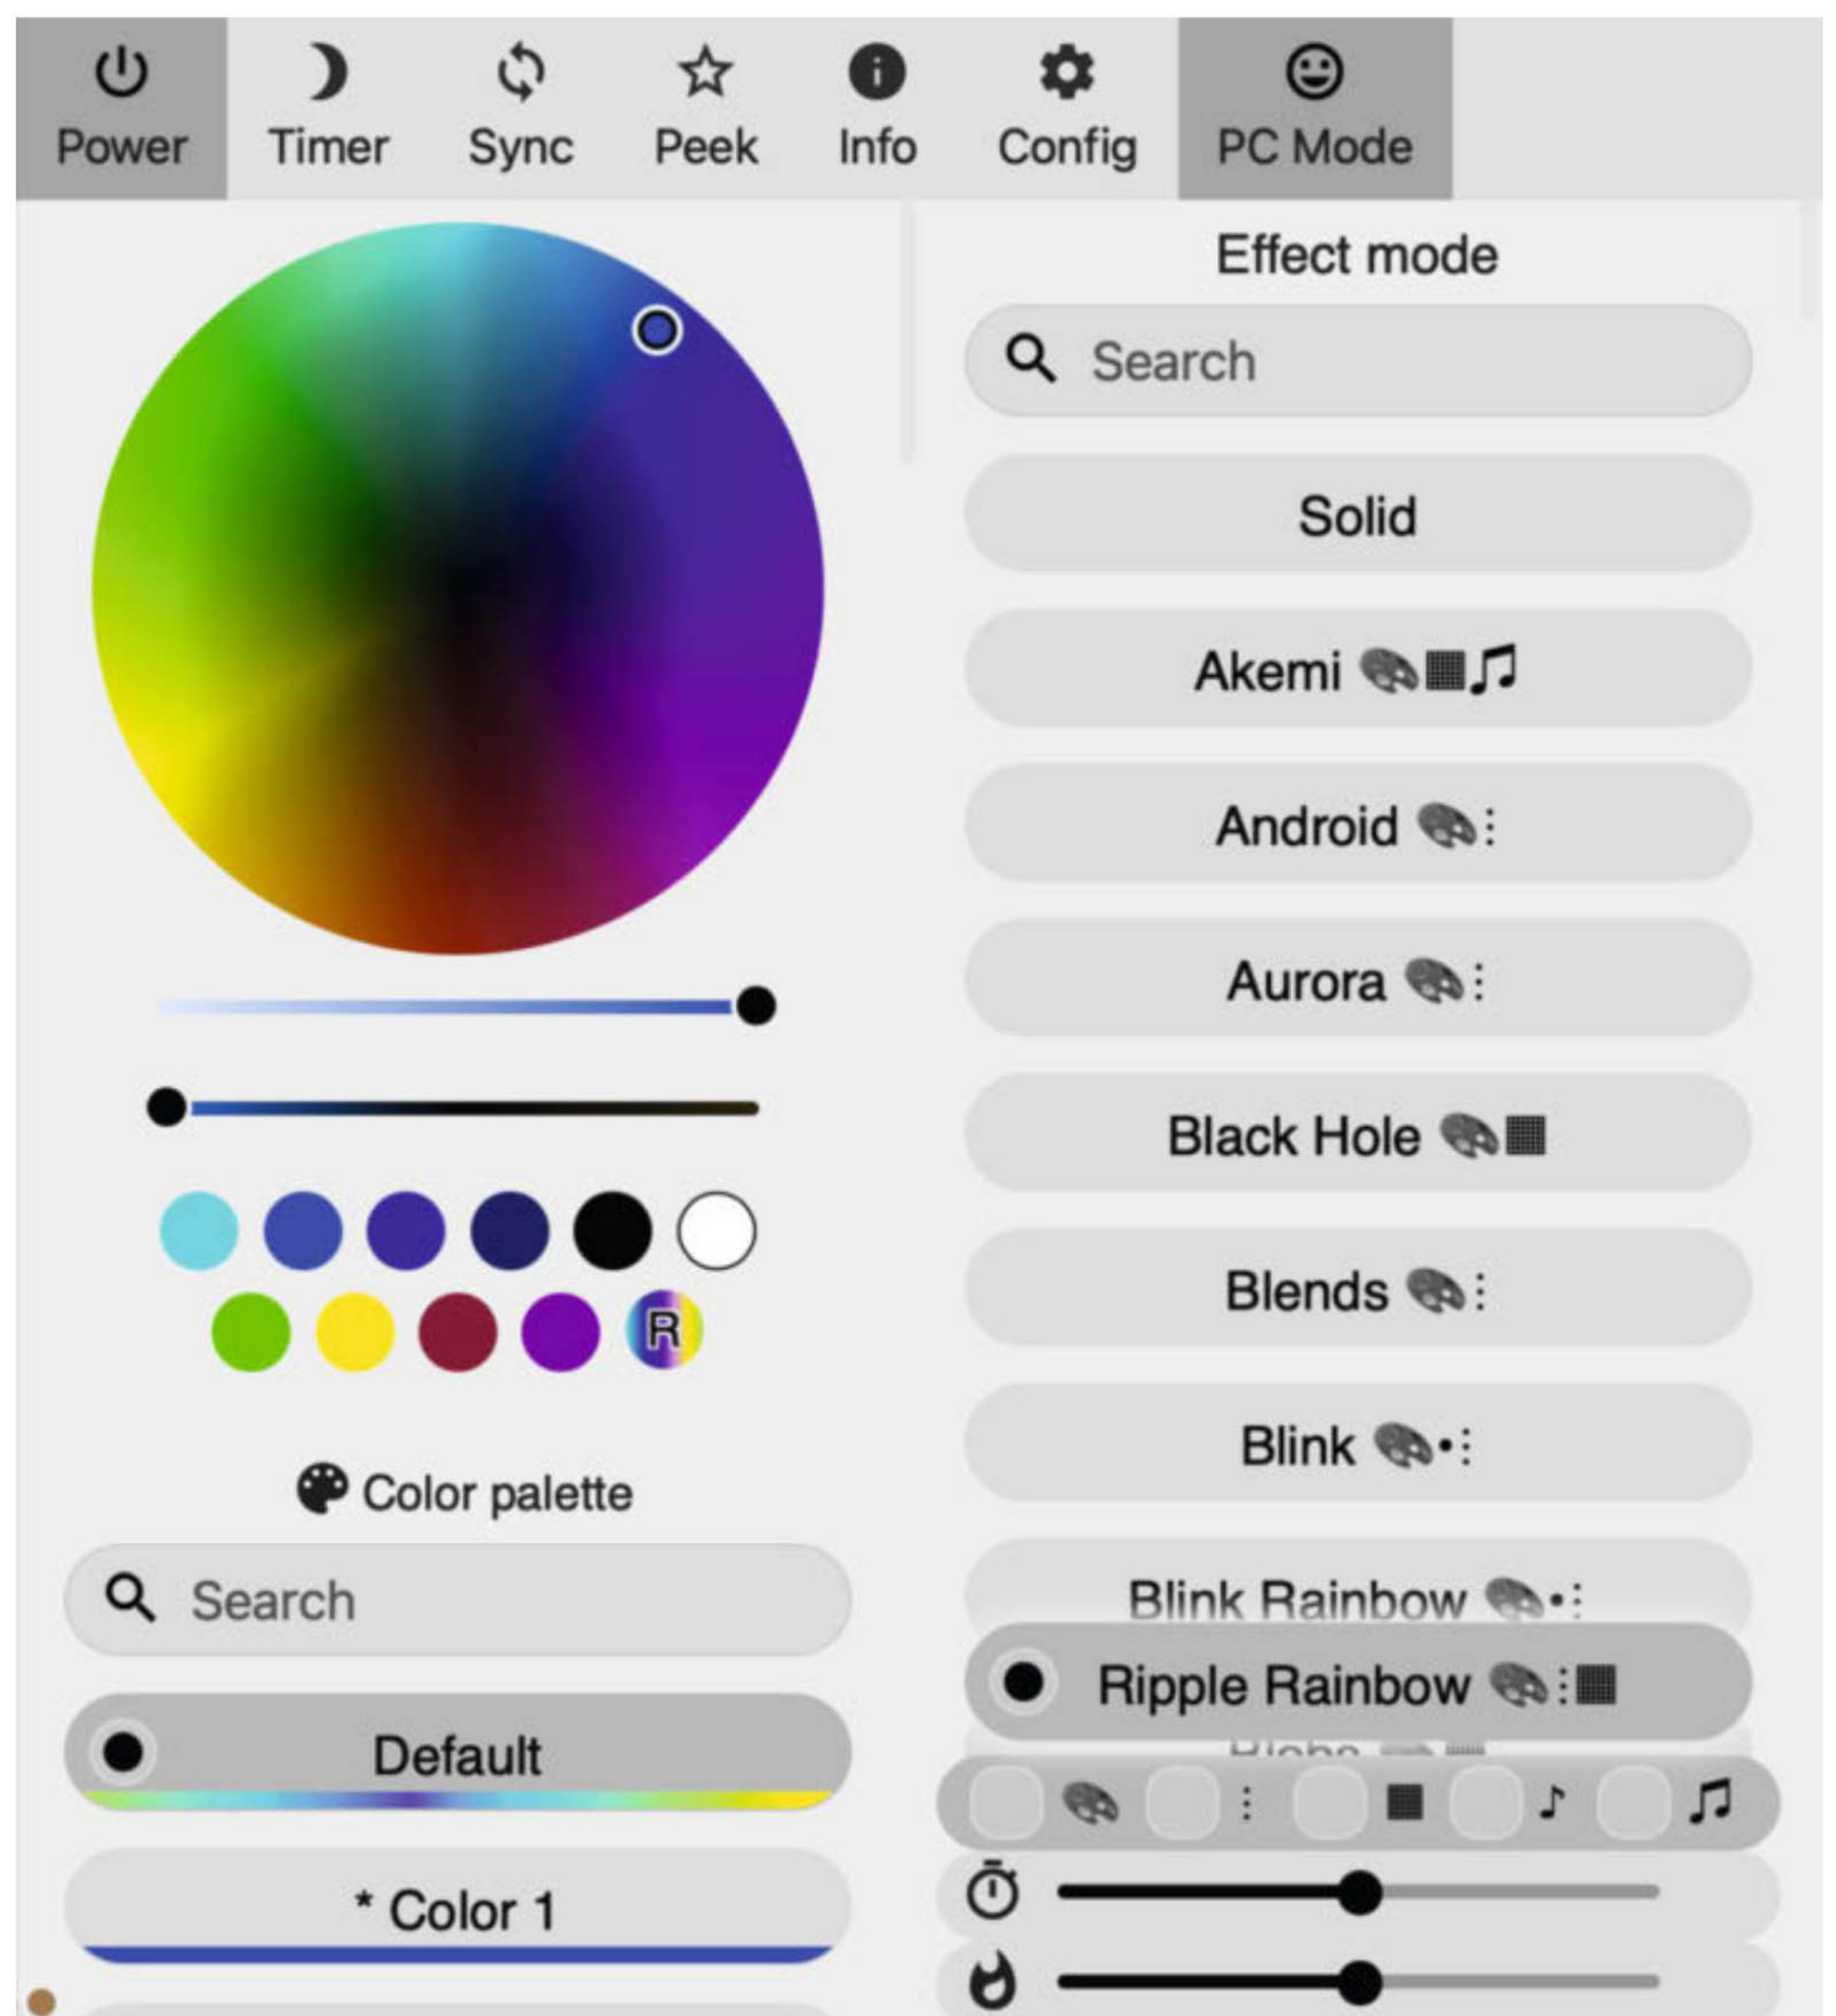

Bild 9: Auf der WLED-Benutzeroberfläche kann man zahlreiche Lichteffekte individualisieren.
- Im nächsten Feld trägt man bei Length die Anzahl (46) der LEDs ein.
- Damit ist die Konfiguration auch schon abgeschlossen und man kann die umfangreiche WLED-Effektpalette an der fertigen Pixel-Lampe ausprobieren (Bild 9).